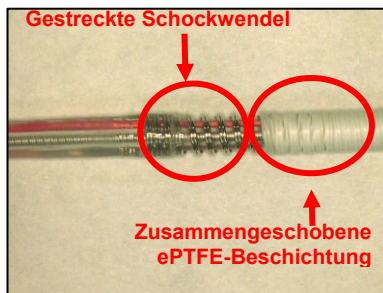

Abb. 2A. Zusammengeschobene ePTFE-Beschichtung und gestreckte Schockwendel
- Zusammenschieben der ePTFE-Beschichtung bei der Passage durch das enge Ventil. Dabei kann die Wendel freigelegt werden (Abb. 2A), wodurch das Einwachsen von Gewebe begünstigt wird (ähnlich wie bei Defibrillations-elektroden ohne ePTFE-Beschichtung).
- Strecken der Schockwendel. Wenn die Wendel *in Verbindung mit* dem Zusammenschieben der ePTFE-Beschichtung gestreckt wird (Abb. 2A), wird das Einwachsen von Gewebe begünstigt. (Dies gilt auch für gestreckte Defibrillationselektroden ohne ePTFE-Beschichtung).